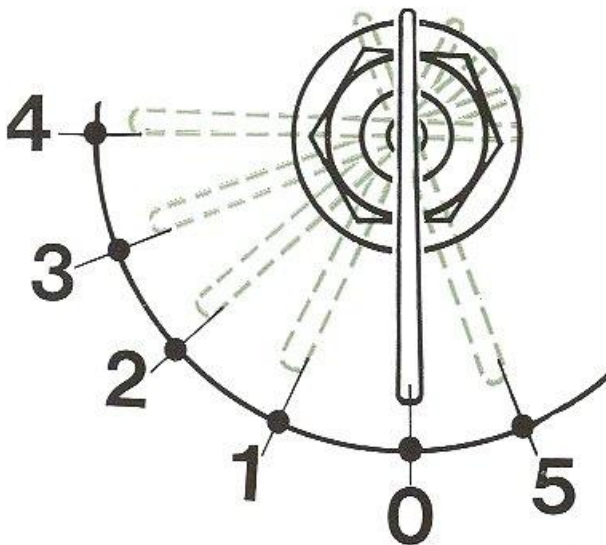
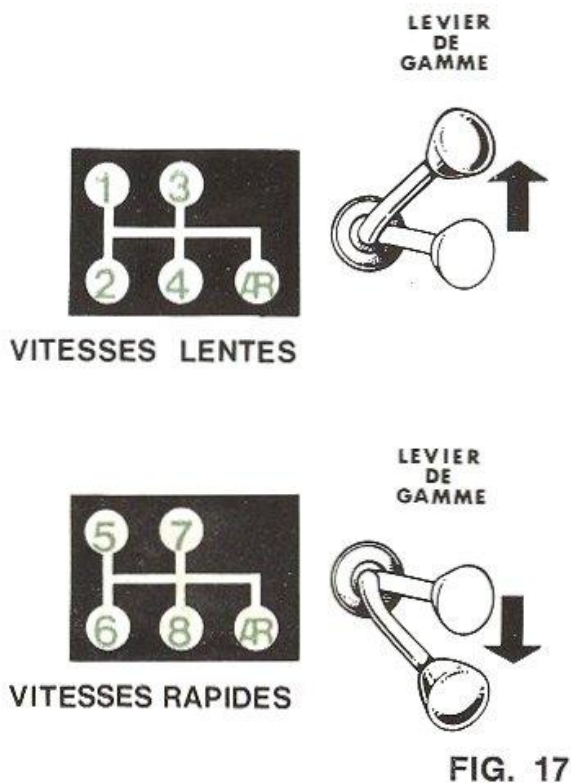

FIG. 5
FIG. 17
Le commutateur de démarrage n'est en circuit que si le contacteur général (Fig. 5) est enclenché et le levier de gamme (Fig. 17) est au point mort.
L'ampoule située dans le hublot (2) éclaire le tableau de bord et permet de s'assurer que les projecteurs sont allumés lorsque le contacteur général est en position 2-3-4- ou 5 (voir Fig. 5).
Placé en haut et à droite du tableau de bord, le voyant rouge, marqué « PRESS », s'allume dès que la clé du contacteur général est amenée dans la position « 1 » (voir Fig. 5).
Placé en haut et à gauche du tableau de bord, cet indicateur lumineux permet de contrôler le comportement de l'alternateur, du régulateur de tension et du télerupteur. Le voyant s'allume à l'arrêt dès que la clé du contacteur général (voir Fig. 5) est au premier cran. Moteur en marche, il s'éteint immédiatement et ne doit s'éclairer pour aucun régime du moteur.